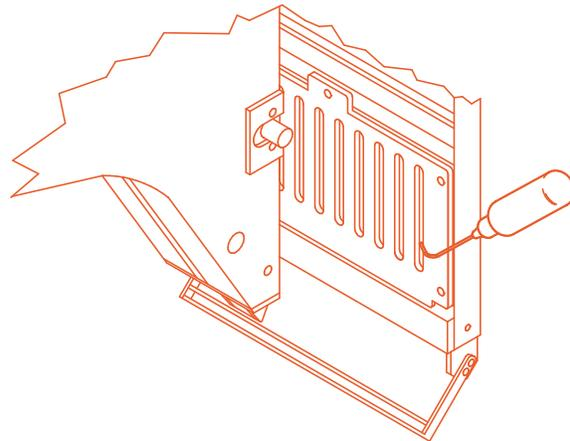

Figura 5-3
3. Desde detrás de la caja de agujas, aplique una o dos gotas de aceite de máquina de coser sobre las barras de aguja 1 a 6 en el sitio indicado en la figura 5-3. Repita el procedimiento para todos los cabezales de costura.